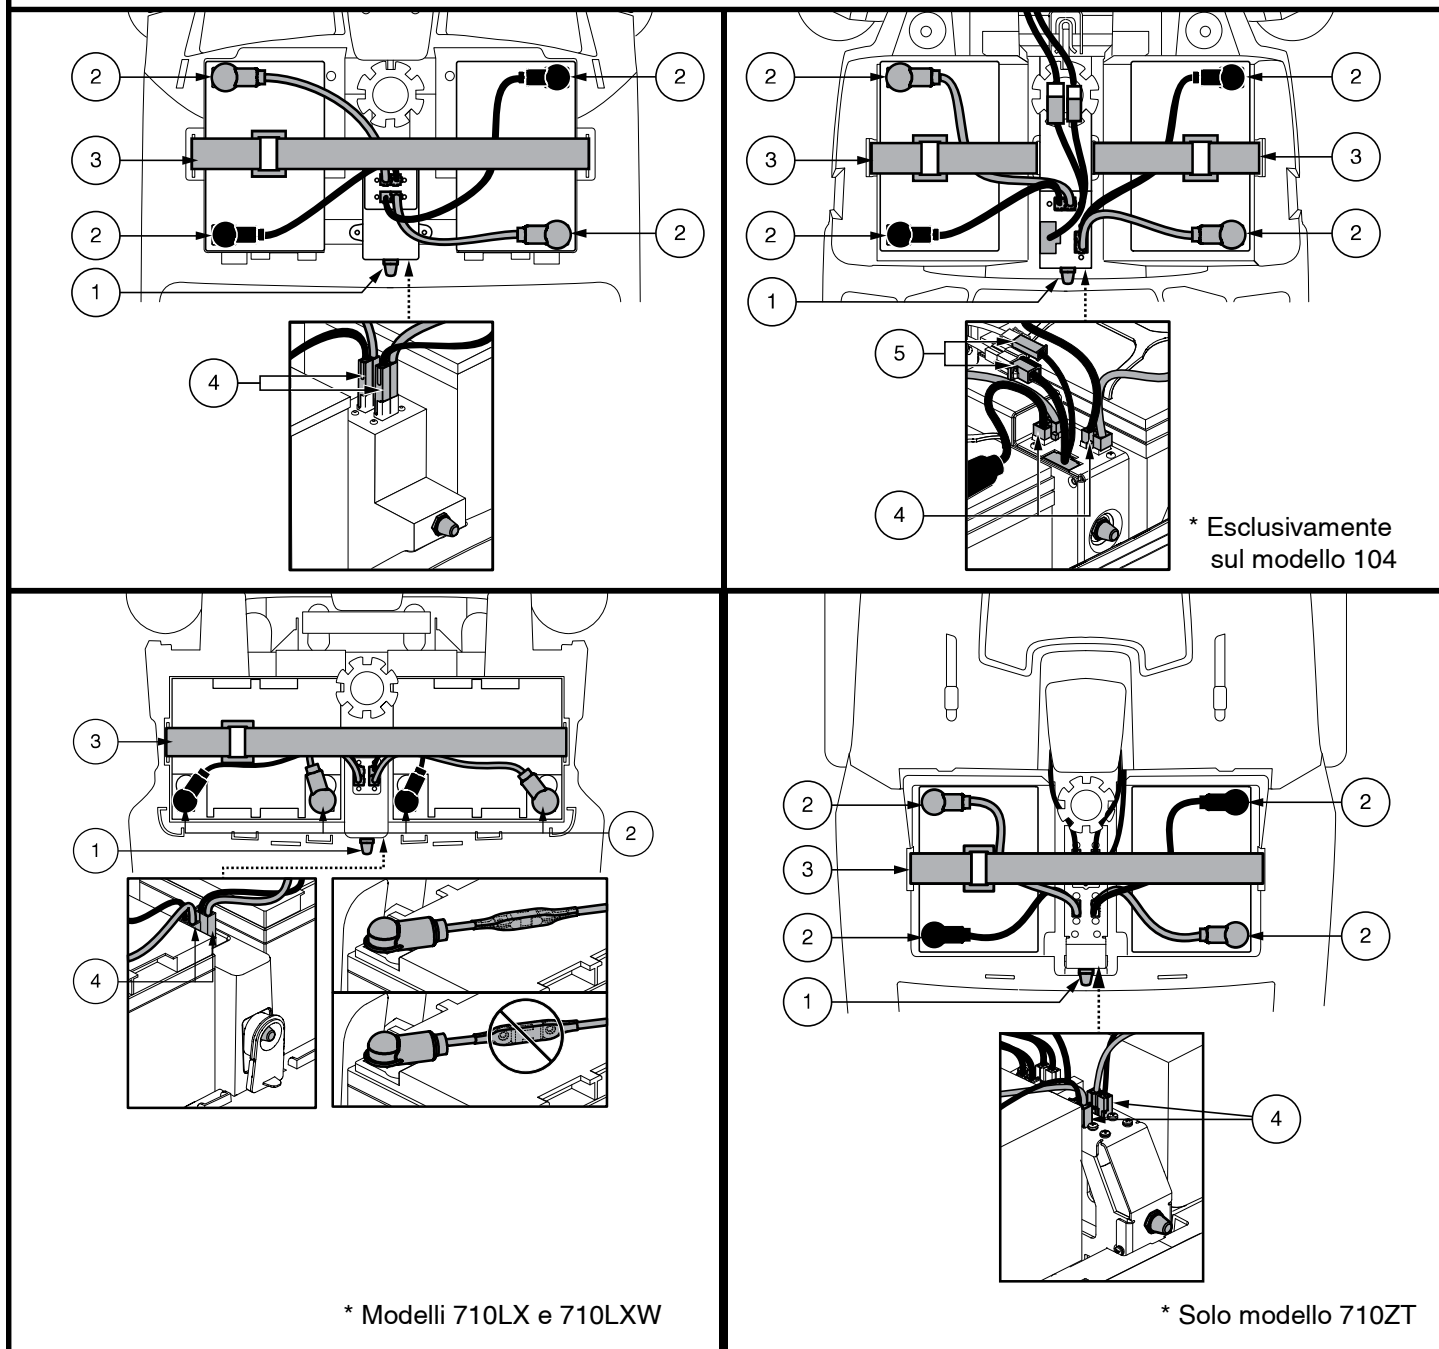

Figura 16. Terminali e connessioni per l'installazione/rimozione delle batterie
2. Scollegare la fascetta di fissaggio delle batterie. **Vedere figura 16.**
3. Scollegare il gruppo della batteria sollevandolo verso l'alto. **Vedere figura 16.**
6. Posizionare la batteria nuova nell'alloggiamento corrispondente. Per i modelli 710LX e 710LXW, rivolgere verso il retro i terminali della batteria di ciascuna batteria. Per tutti gli altri modelli, rivolgere i poli della batteria di ciascuna batteria l'una di fronte all'altra e verso i lati esterni dello scooter. **Vedere figura 16.**